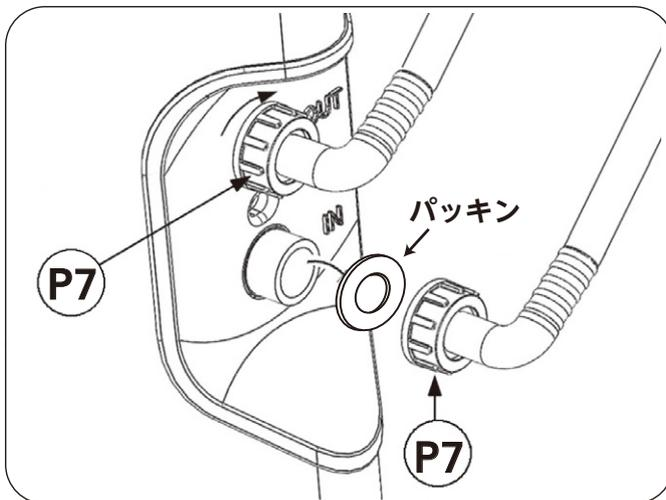

図 8
15) 排水方向を決めて、パッキンを取り付けた継手を本体に取り付け、固定ネジ (図 8 の P7) を回して固定します。